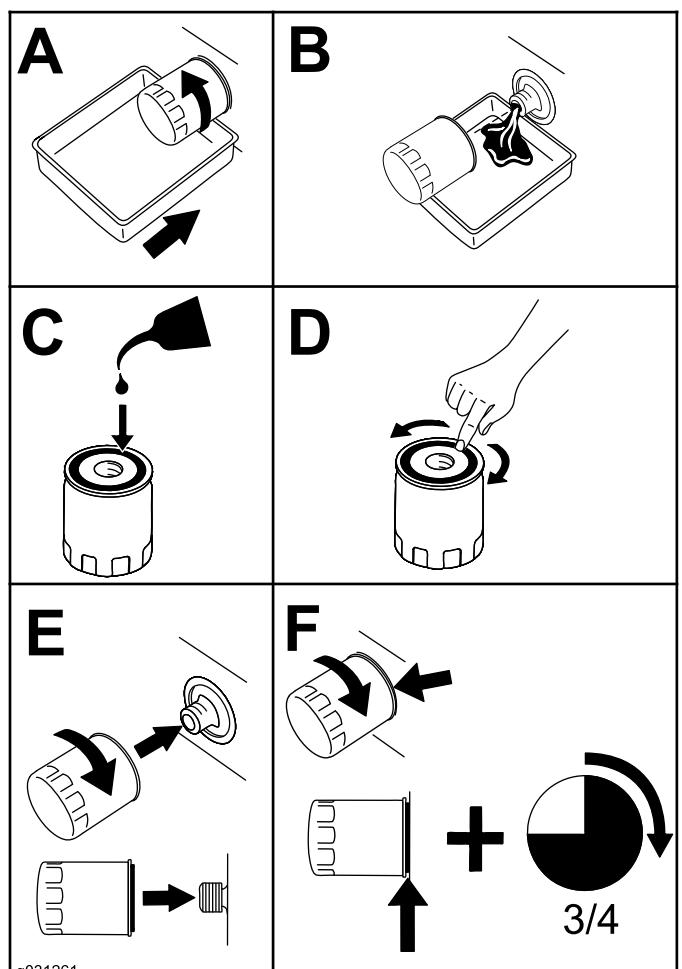

Figure 94
4. Remplacez le filtre à huile moteur (Figure 94).